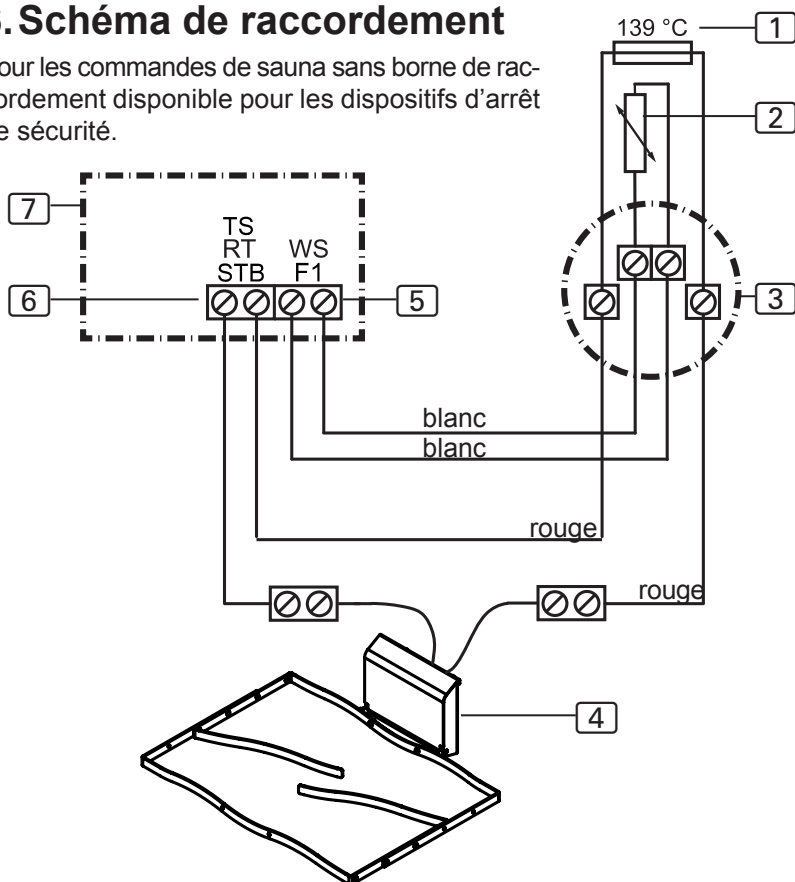

Fig.4 Raccordement
- Conformez-vous à **Fig.4 Raccordement page 12** et à la notice d'utilisation de votre commande de sauna.